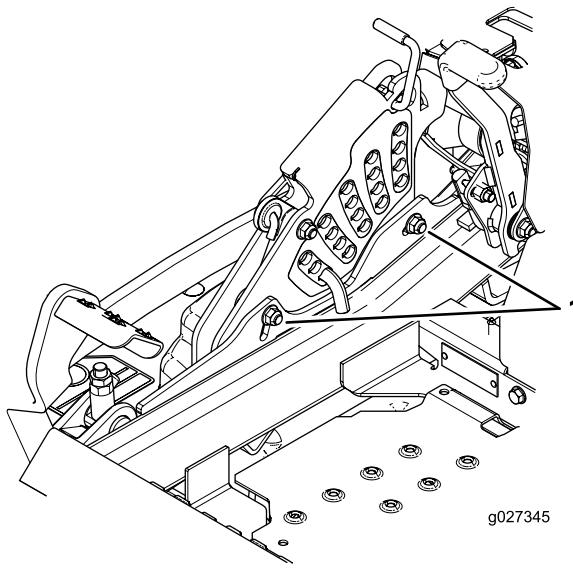

Figure 87
10. Pour régler le système monopoint, desserrez les 2 boulons au bas de la plaque de hauteur de coupe (Figure 87).
11. Serrez les 2 boulons au bas de la plaque de hauteur de coupe (Figure 87).